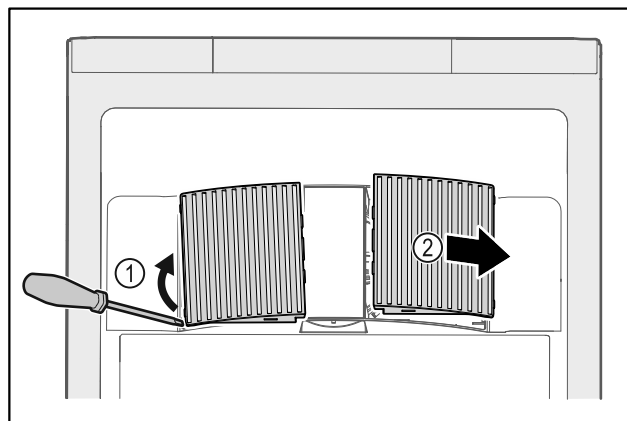

Fig. 164
- ▶ Z boku opatrně vytáhněte ventilátorové kryty Fig. 164 (1) a sejměte je směrem dopředu Fig. 164 (2).